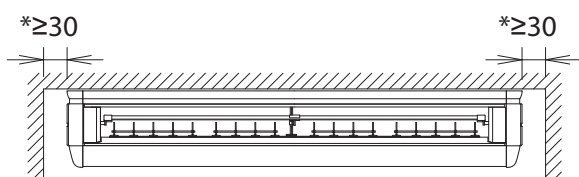
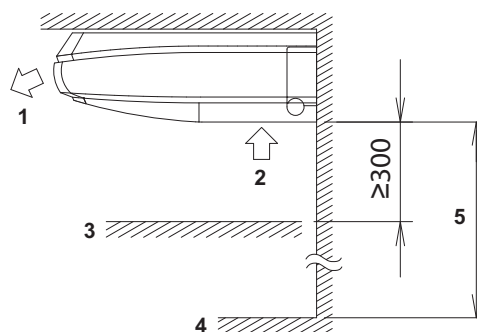

Bild 1
Bild 2
(1) Välj en installationsplats som uppfyller följande villkor och få kundens godkännande
- Där tillräckligt utrymme för installation och underhåll kan tillgodoses. **(Se bild 1 och bild 2)**